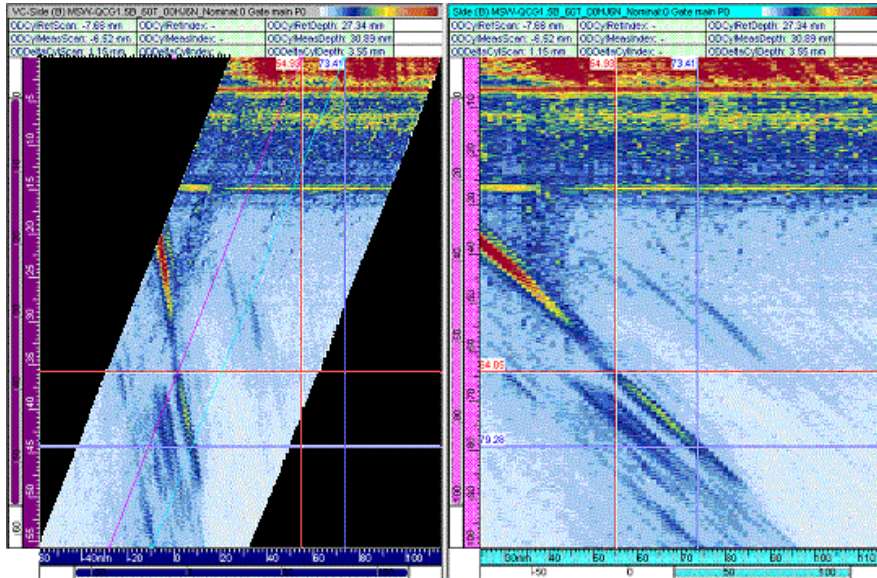

Figure 7-66 Correction cylindrique : exemple 1
- Les champs d'information **Cyl. réf. bal. DE** et **Cyl. réf. prof. DE** donnent la position (axes de balayage et de profondeur), dans la forme cylindrique définie par l'utilisateur, du point déterminé par l'intersection du curseur horizontal de référence (rouge) et le curseur de référence d'angle (rose), dans la vue de côté (B) corrigée pour le volume ou par les curseurs de référence horizontal et vertical (rouges) dans la vue de côté (B).
- Les champs d'information **Cyl. mes. bal. DE** et **Cyl. mes. prof. DE** donnent la position (axes de balayage et de profondeur), dans la forme cylindrique définie par l'utilisateur, du point déterminé par l'intersection du curseur horizontal de mesure (bleu) et le curseur de référence d'angle (cyan), dans la vue de côté (B) corrigée pour le volume ou par les curseurs de mesure horizontal et vertical (bleus) dans la vue de côté (B).
- L'information donnée sur la position dans la pièce cylindrique tient compte de plusieurs rebonds du faisceau ultrasonore à la fois du DE et du DI, en tenant compte de l'épaisseur de la paroi entrée par l'opérateur dans la boîte de dialogue **Définition de la pièce** (voir la Figure 7-66 à la page 427).